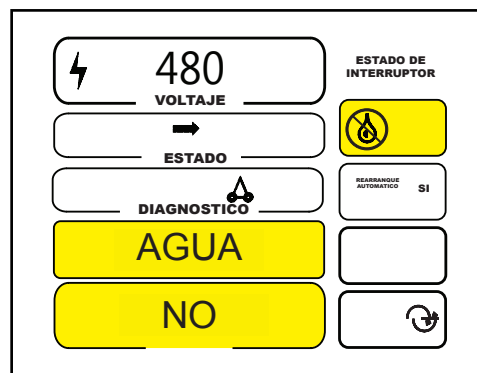

Figura 26-2
- » Cuando el agua está desactivada incluso cuando una prescripción de RTV-V está habilitada (activada). Vea la Figura 26-2.
- » Cuando la prescripción de RTV-V está inhabilitada (desactivada). Vea la Figura 26-2.